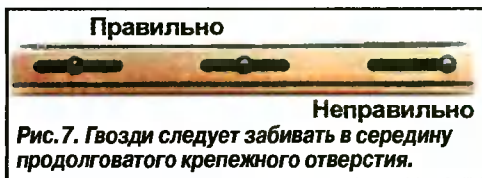

**Рис. 7.** Гвозди следует забивать в середину продолговатого крепежного отверстия.
- Гвозди (шурупы) надо забивать в середину продолговатого крепежного отверстия (рис. 7), а не с краю — это может впоследствии привести к поломке панели. Забивают гвозди с шагом 30–40 см. После прибивания всех гвоздей панели должны свободно перемещаться в ту и другую сторону по горизонтали в пределах ширины крепежных отверстий.